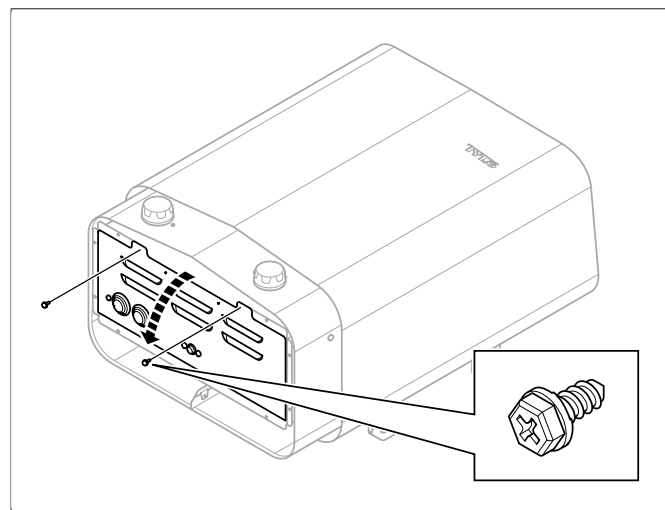

Fig 5: Ouverture/fermeture du volet
2. Desserrer les vis et ouvrir le volet (voir **Fig 5**, page 3).
4. Fermer le volet et serrer les vis (voir **Fig 5**, page 3).